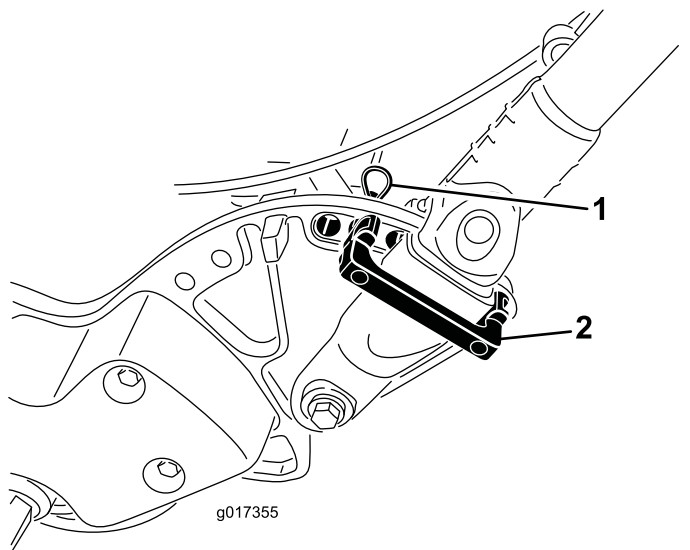

図 9
1. ハンドルを支えながら、ハンドルクランプをサイドプレートに固定しているケーブルタイを外す 図 9。
2. 希望する高さ位置にハンドルをセットし、ハンドルクランプの上からハンドルリテーナを差し込んでサイドプレートの穴に通す 図 9。
3. ヘアピンコッターでクランプを固定する 図 9。